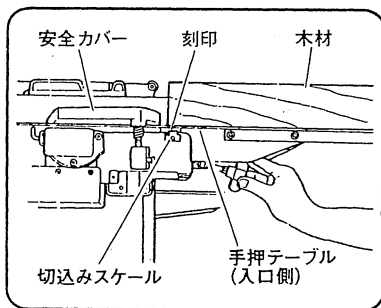
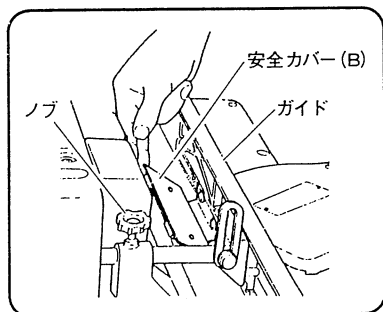

図 13
図 15
手押テーブル部のかな刃を覆う安全カバー (図 13 参照) および、手押ガイド裏側のかな刃を覆う安全カバー (B) (図 15 参照) は、身体がかな刃に触れるのを防ぐものです。必ずかな刃を覆うよう滑らかに動くことを確認してください。
- (1) スイッチを入れる前に手押テーブル（入口側）の刻印を切込みスケール0の位置にします。
- (2) 木材を手押テーブル面上ですべらせ、安全カバーが滑らかに動くことを確認してください。
- (図 13)
- (1) 加工する木材の大きさによってガイドを移動すると刃物を有効に使用できます。
- (2) 前後 2 か所のノブをゆるめ、ご希望の位置にガイドを移動しノブで固定します。
- (3) 露出しているかな刃をガイドに付いている安全カバー(B)で覆います。(図 15)
(2) ガイド固定用のノブをゆるめ、ガイドをはずします。(図 15 参照)